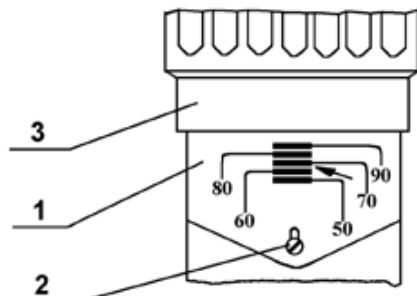

Рис.5 Схема настройки автоматики регулирования температуры воды
для повышения температуры и объема горячей воды предварительно установить гайку регулировочную терморегулятора на температуру 90 °С и закрыть вентиль 10 (Рис.4) на магистрали обратной воды 7 в системе отопления. После окончания забора горячей воды открыть вентиль 10 на магистрали обратной воды 7 для восстановления циркуляции воды в системе отопления и установить гайку регулировочную 3 (Рис.5) на требуемую температуру .
7.3.6. Поворотом гайки регулировочной 3 (Рис.5) установите требуемую температуру нагрева воды.
При настройке, вращая гайку регулировочную, совместите верхний край гайки с риской шкалы в ее средней части. Например, для получения температуры воды 70 °С, верхний край гайки должен быть совмещен с риской, которая указана стрелкой (Рис.5). После нагрева воды до температуры, соответствующей настройке, подача газа к горелке автоматически прекращается и она гаснет, а запальник продолжает работать.
Для этого ослабить винт 2 (Рис.5) крепления шкалы настройки и, перемещая шкалу, совместить риску, температура которой соответствует показанию термометра, с краем гайки. Запрещается вывинчивать гайку регулировочную выше черты, указывающей 90°C . Это приведет к отключению блока автоматики и перегреву воды (свыше допустимой температуры).